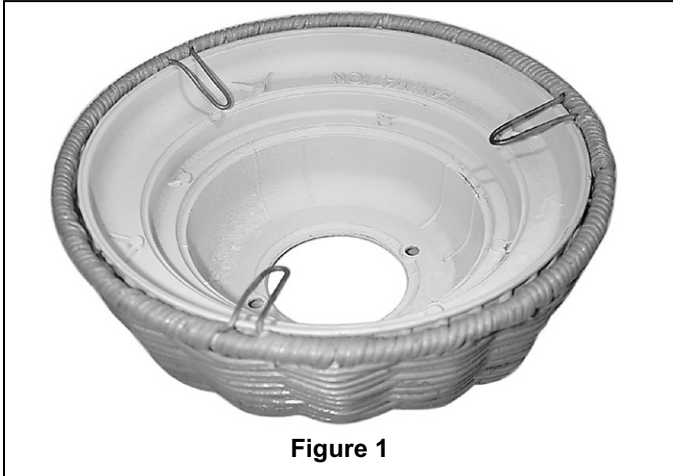

Figure 1
2. Placer le recouvrement en osier de la garniture de plafond sur la garniture de plafond en métal et le fixer avec les languettes en métal (Figure 1).
3. Passer l'assemblage tige/sphère de support à travers le haut de la garniture de plafond (Figure 1) et pousser le boîtier d'accouplement du moteur en forme de cloche sur la tige, comme indiqué.
5. Desserrer les deux vis de blocage dans le support de la tige. Aligner les trous de l'axe à épaulement dans la tige à ceux du support de la tige. Installer l'axe à épaulement et le fixer avec la bague de retenue (Figure 1). L'axe à épaulement doit passer à travers les trous dans le support de la tige et à travers ceux de la tige. Faire attention à pousser la partie rectiligne de la bague de retenue à travers le trou près de l'extrémité de l'axe à épaulement jusqu'à ce que la portion courbée de la bague de retenue s'encastre avec un claquement autour de l'axe d'épaulement. La bague de retenue doit être correctement installée pour éviter que l'axe à épaulement tourne à vide. Tirer sur la sphère de support pour s'assurer que l'axe à épaulement est correctement installé.
6. En tirant la sphère de support vers le haut, visser à fond les deux vis de blocage de 3/16-24 x 3/8 po dans le support de la tige (Figure 1).